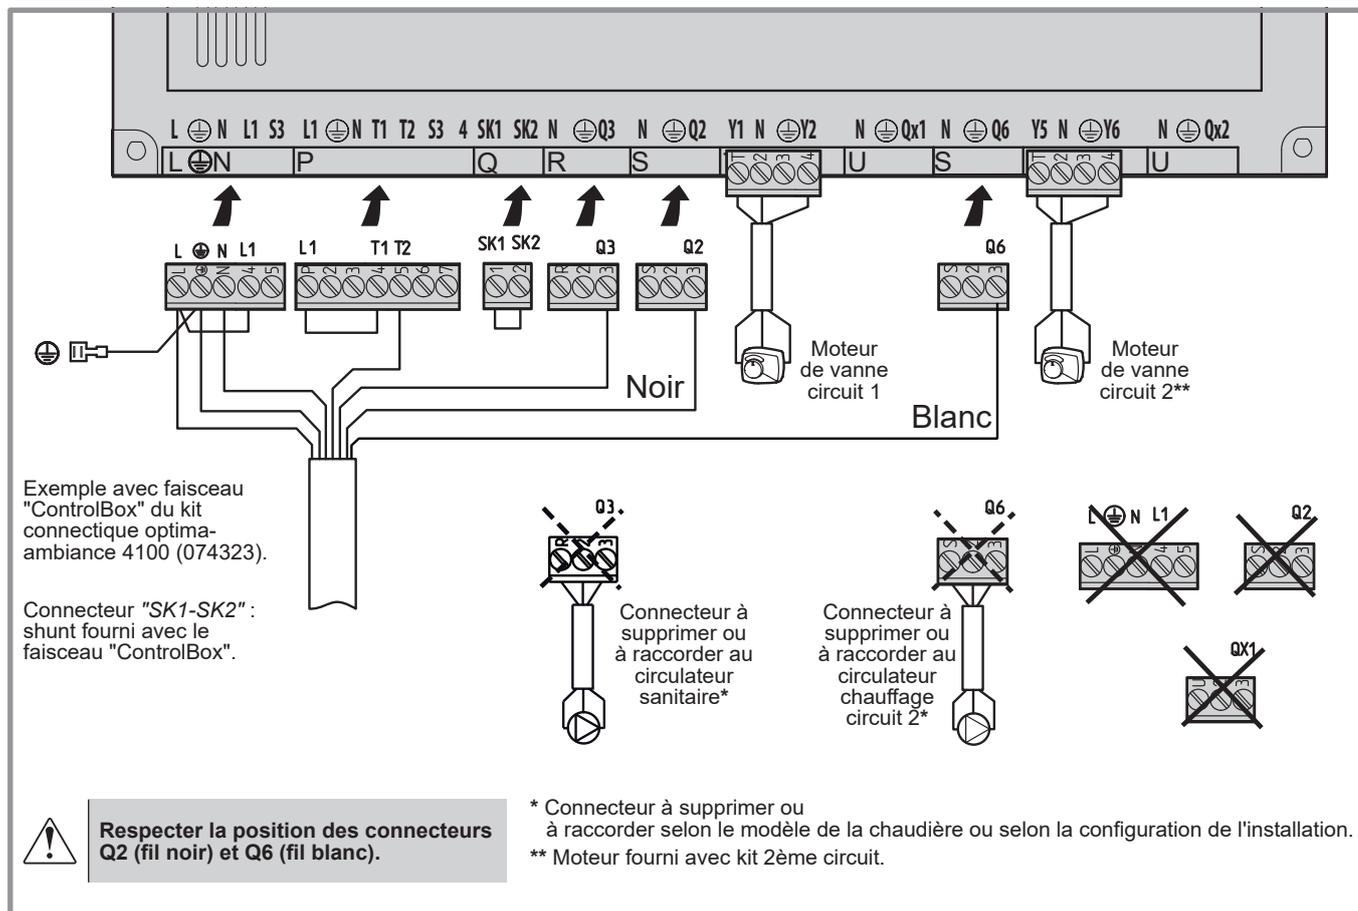

figure 19 - Raccordements électriques (puissance)
- Supprimer les connecteurs en place sur le régulateur RVS pour y mettre les connecteurs du faisceau "Controlbox" (voir figure 19).